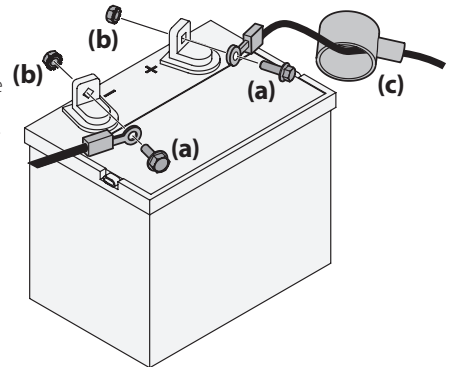

Figure 17
- Retirez le protecteur en plastique, le cas échéant, de la borne positive. Connectez le raccord rouge à la borne positive (+) avec un boulon (a) et un écrou (b). Voir Figure 17.
- Retirez le protecteur en plastique, le cas échéant, de la borne négative de la batterie et fixez le câble noir à la borne négative (-) avec un boulon (a) et un écrou (b). Voir Figure 17.
- Remplacez le capuchon rouge en caoutchouc (c) sur la borne positive (+) de la batterie pour la protéger contre la corrosion. Voir Figure 17.